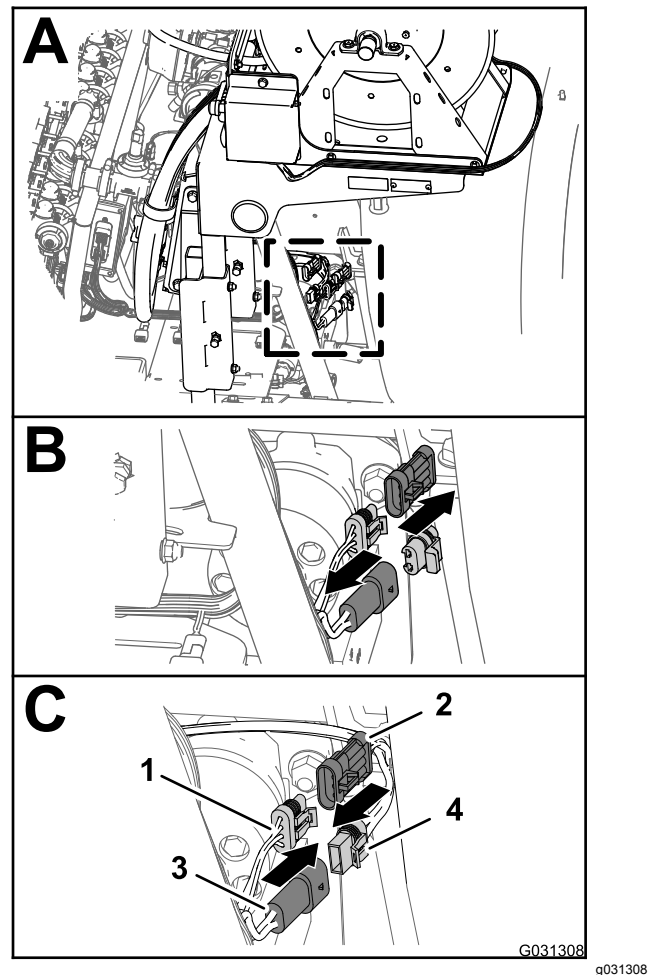

Figure 189
1. À l'arrière de la machine, localisez le faisceau de câblage du kit dévidoir électrique situé à l'arrière de la cuve du pulvérisateur (Figure 189).
2. Enlevez l'obturateur du connecteur à 2 broches du faisceau principal arrière associé à l'alimentation du dévidoir (Figure 189).
3. Branchez le connecteur à 2 douilles du faisceau associé au dévidoir électrique au connecteur à 2 broches du faisceau principal arrière (Figure 189).
4. Enlevez l'obturateur du connecteur à 3 douilles du faisceau principal arrière associé à l'interconnexion du faisceau de pulvérisation (Figure 189).
5. Branchez le connecteur à 3 broches du faisceau associé au dévidoir électrique au connecteur à 3 douilles du faisceau principal arrière (Figure 189).